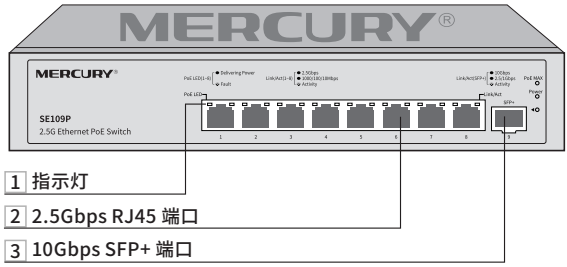

图 2-3 SE109P 前面板示意图
4. 用螺钉将 L 型角铁固定在机架两端固定的导槽上，确保交换机稳定、水平地安装在机架上，如图 2-3 所示。